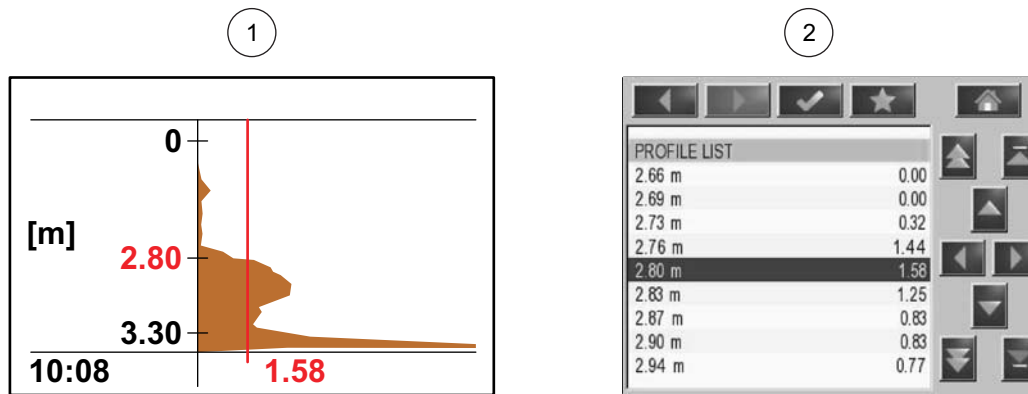

Abbildung 3 Profil als Graphik und Liste
SONATAX sc als Profil bezeichnet. Die Daten sind in dem Sondenmenü SENSOR SETUP > WARTUNG > SIGNALE in der Profil-Liste (siehe PROFIL-LISTE auf der Seite 28) zu finden ((2) Abbildung 3). Bei Verwendung einer Anzeige mit Grafikfunktionen (z. B. sc1000) wird das Profil im Messbetrieb als Grafik angezeigt ((1) Abbildung 3).